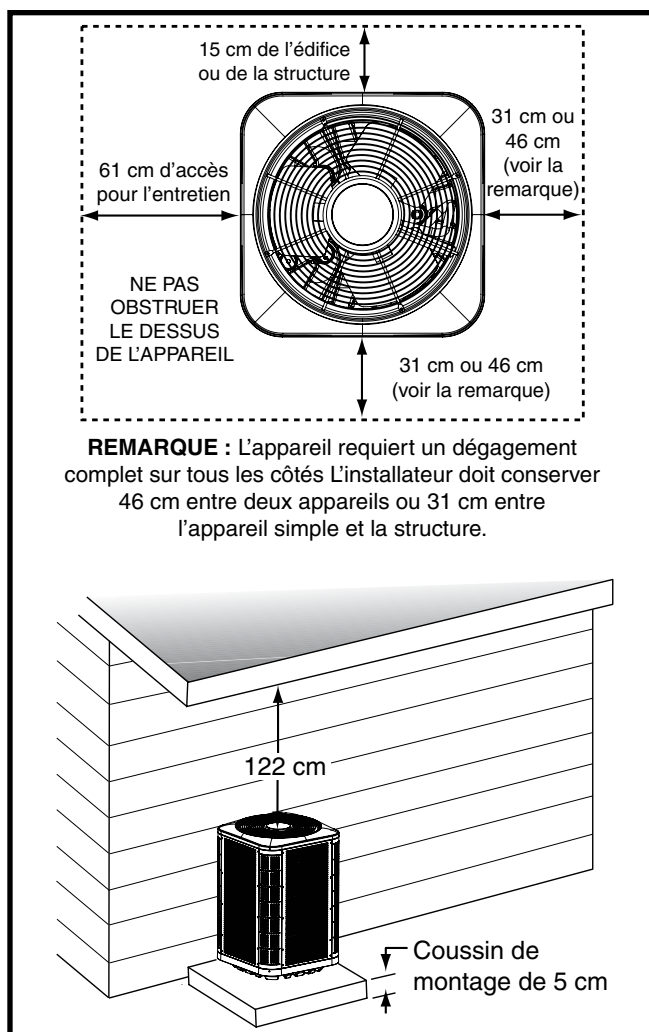

Figure 1. Dégagements requis
- Un dégagement suffisant pour permettre à l'air de circuler sans obstruction à travers le serpentins extérieur doit être maintenu pour obtenir le rendement nominal. Voyez la Figure 1 pour les exigences relatives au dégagement minimal.
- Les obstacles aériens (Figure 1), les zones mal aérées et les zones propices à l'accumulation de débris sont à proscrire.
- Les dégagements doivent respecter ceux qui sont illustrés à la Figure 1.
- Une dalle de montage (Figure 1) doit être installée et séparée de la fondation de l'édifice. La dalle doit être au niveau et assez résistante pour supporter le poids de l'appareil. La dalle doit être à au moins 5 cm au-dessus du sol et offrir un drainage adéquat.